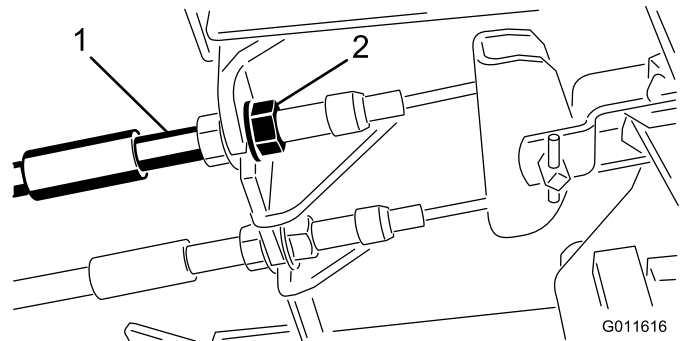

Figura 46
1. Para reducir la holgura de los pedales de freno, apriete los frenos aflojando la tuerca delantera del extremo roscado del cable de freno (Figura 46).